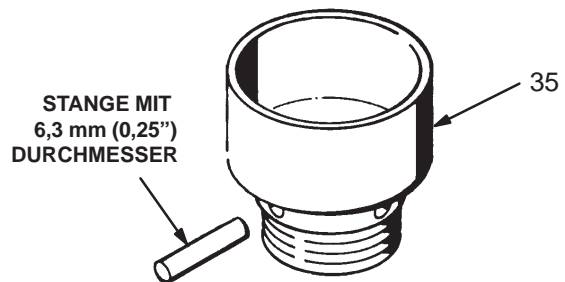

Abb. 3
Packungsmutter/Naßbehälter zur Hälfte mit Graco TSL-Flüssigkeit oder einem verträglichen Lösungsmittel gefüllt halten, um die Lebensdauer der Packungen zu verlängern. Die Packungsmutter (35) wöchentlich so einstellen, daß sie gerade fest genug angezogen ist, um Leckagen zu verhindern; die Packungsmutter niemals zu fest anziehen. Vor dem Einstellen der Packungsmutter **den Druck entlasten**. Dann mit einem Zweilochmutterdreher oder einer Stange mit 6,3 mm (0,25") Durchmesser die Mutter festziehen. Siehe Abb. 3.